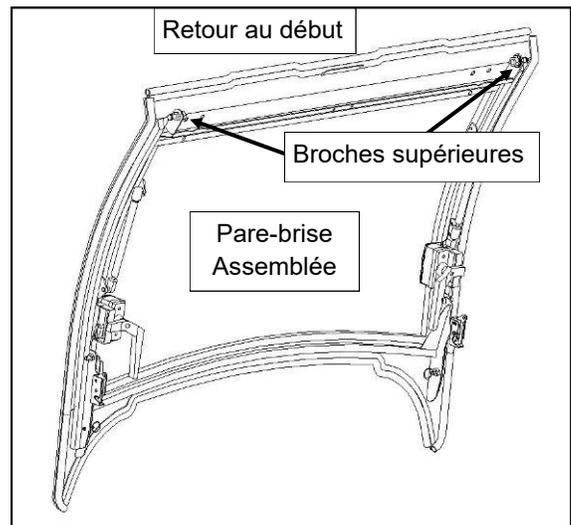
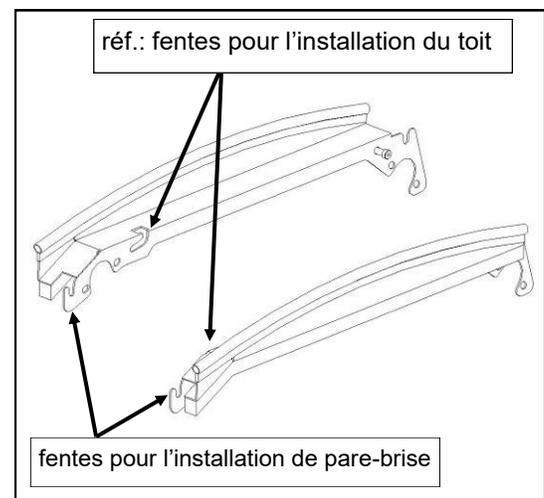

Fig. 2.1 (contenu du kit de pare-brise)
Fig. 2.2 (description de l'utilisation des machines à sous)
2.1 La figure 2.1 montre le seul élément inclus dans le kit de pare-brise. Remarque : vue intérieure de l'assemblage du pare-brise indiquée.
2.2 Orientez le pare-brise comme le montre la fig. 2.1. Accrochez les deux broches supérieures dans les fentes de réception à l'avant des montures supérieures (voir fig. 2.2). Enclenchez les deux loquets inférieurs sur les broches à l'intérieur des montures avant jusqu'à ce qu'ils soient complètement engagés. Deux (2) clics signifie entièrement engagés. Si un ajustement est nécessaire, utilisez une clé Allen de 3/16 " et une clé ouverte de 1/2 po pour repositionner la goupille dans la monture avant fendu.